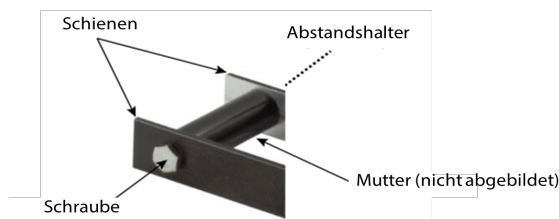

Abbildung 10: Schienen an Abstandshaltern befestigen
2. Positionieren Sie an jedem Ende einen Abstandshalter zwischen den Schienen. Siehe Abbildung 10 auf Seite 7.